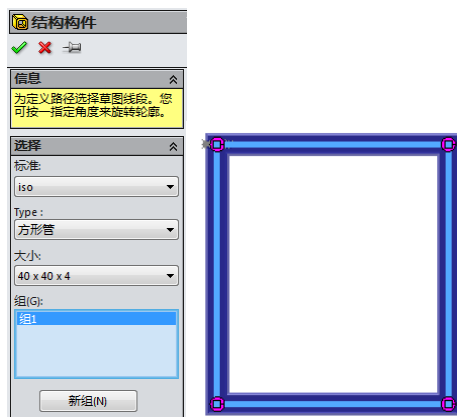

图 13-11 插入件
(2) 添加结构构件。单击“焊件”工具栏中的“结构构件”按钮, 或执行“插入”→“焊件”→“结构构件”菜单命令, 弹出“结构构件”属性管理器。在“标准”选择栏中选择“iso”, 在“类型”选择栏中选择“方形管”, 在“大小”选择栏中选择“40×40×4”, 然后用光标在草图中依次拾取需要插入结构构件的路径线段, 结构构件将被插入到绘图区域, 如图 13-11 所示。